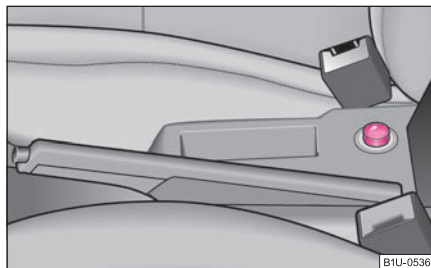

Fig. 91 Consola centrală: Bricheta
- Apăsați capătul brichetei înăuntru ⇒ fig. 91.